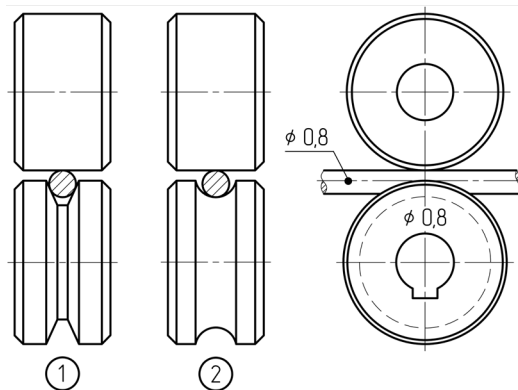

Рис. 9.5. Выбор подающего ролика.
- Форма канавки соответствует типу сварочной проволоки (См. рис. 9.5).